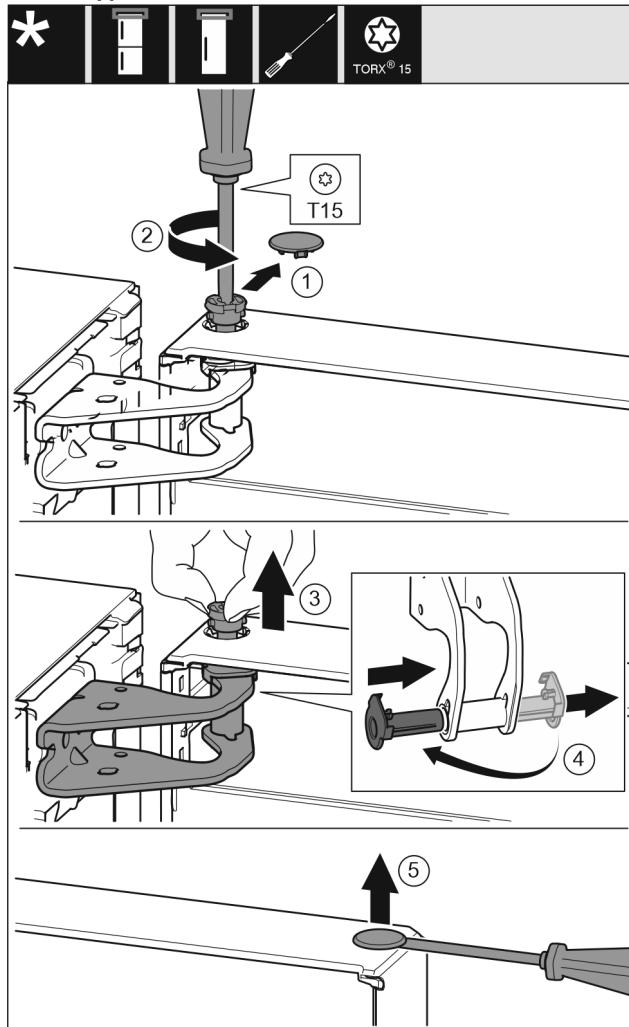

Fig. 6
- Свалете внимателно предпазния капак. Fig. 6 (1)
- С отвертка T15 отвийте малко болта. Fig. 6 (2)
- Задържте здраво вратата и извадете болта с пръсти. Fig. 6 (3)
- Извадете лагерната втулка от водача. Поставете от другата страна и фиксирайте. Fig. 6 (4)
- С плоска отвертка внимателно повдигнете тапата от лагерната втулка на вратата и я извадете. Fig. 6 (5)